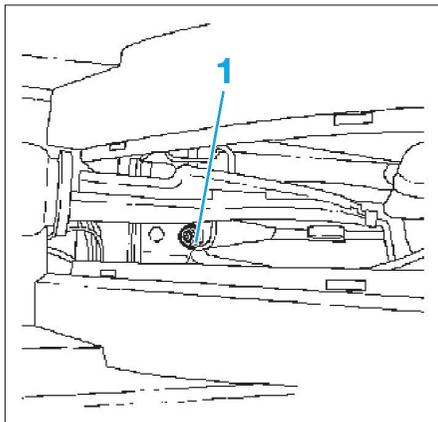

FIG. 11
- Tourner l'écrou de réglage jusqu'à ce que les roues arrière deviennent difficile à tourner à la main (Fig.11).